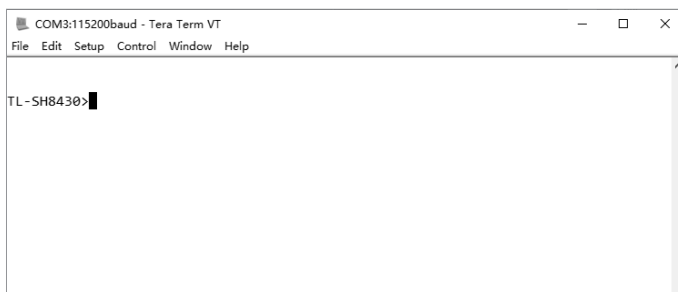

图4-6 Console登录
4. 在主窗口中输入回车键, 可以看到“TL-SH8430>”的提示符, 说明已成功登录交换机, 如图4-6所示。